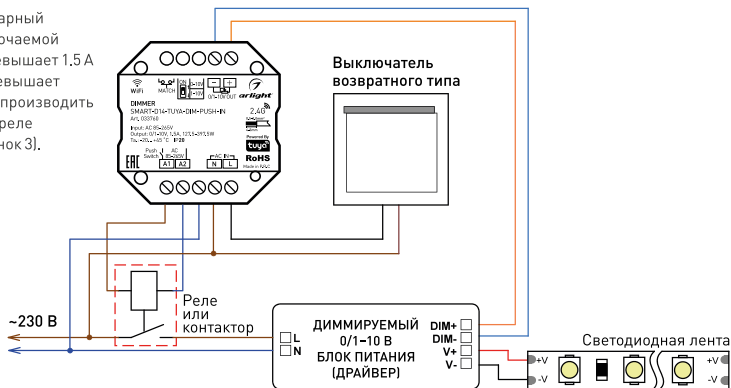

Рисунок 3. Схема подключения диммера SMART-D14-TUYA-DIM-PUSH-IN с использованием реле или контактора
- 3.3. В случае когда суммарный ток нагрузки, подключаемой к выходу AC OUT, превышает 1,5 А или пусковой ток превышает 15 А, рекомендуется производить подключение через реле или контактор (рисунок 3).